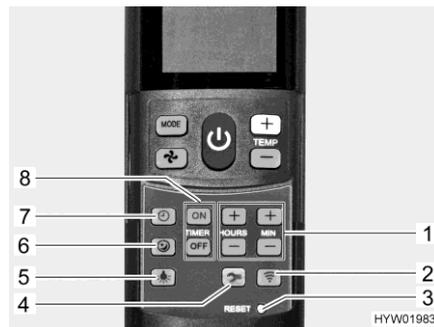

Fig. 136 Télécommande avec touches de réglage (climatisation)
- Appuyer sur la touche Démarrage en douceur (Fig. 136,6). En mode de refroidissement, le ventilateur tourne alors à faible régime et donc particulièrement silencieusement.
- Appuyer sur la touche Heure (Fig. 136,7).
- Régler les heures et les minutes avec les touches (Fig. 136,1).
- Appuyer sur la touche "ON" (Fig. 136,8).
- Appuyer sur les touches de réglage du temps (Fig. 136,1) jusqu'à ce que le laps de temps désiré jusqu'à l'enclenchement soit atteint.
- Appuyer sur la touche "OFF" (Fig. 136,8).
- Appuyer sur les touches de réglage du temps (Fig. 136,1) jusqu'à ce que le laps de temps désiré jusqu'au désenclenchement soit atteint.
- Désactiver l'horloge : ■ Appuyer de nouveau sur la touche "ON" ou sur la touche "OFF" (Fig. 136,8).
- Activer l'éclairage : ■ Appuyer sur la touche Éclairage (Fig. 136,5). L'éclairage s'allume au dernier niveau de variation qui a été réglé.
- Varié l'intensité de l'éclairage : ■ Appuyer sur la touche Éclairage (Fig. 136,5) et la maintenir ainsi jusqu'à ce que la luminosité désirée soit atteinte.
- Éteindre l'éclairage : ■ Appuyer sur la touche Éclairage (Fig. 136,5).
- ▷ La touche Setup (Fig. 136,4) sert à établir la connexion entre la télécommande et la climatisation lors de la première mise en service.